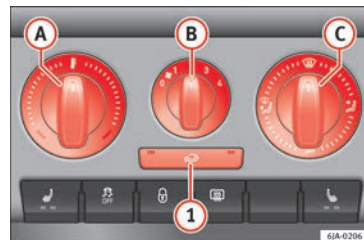

Fig. 86 Aquecimento: elementos de utilização.
A saída de ar dos difusores ajusta-se com o comando **C** »» Fig. 86. Os difusores 3
- A temperatura aumenta quando se roda o botão **(A)** » **Fig. 86** para a direita.
- Ligue o ventilador rodando o botão **(B)** » **Fig. 86** das posições 1 a 4.
- Ao rodar o botão **(C)** » **Fig. 86** ajusta-se o acesso do ar aos respetivos difusores » **Página 94, Difusores de ar.**
Todos os elementos de utilização, salvo o botão **(B)** » **Fig. 86**, podem ser colocados em qualquer posição intermédia.
- Comandos **(A)** » Fig. 86 » Página 94, **(B)**, **(C)** e botão **1**.
- Pressione o botão **(1)** » Fig. 86 » Página 94 e a luz de controlo de dentro do botão acende.
- Pressione novamente o botão **(1)** » Fig. 86 » Página 94 e a luz de controlo de dentro do botão desliga-se.
Se o difusor de ar **(C)** » Fig. 86 » Página 94 estiver na posição **(W)**, a recirculação desliga-se automaticamente. Ao pressionar o botão **(1)** pode voltar a ligar a recirculação de ar nesta posição.